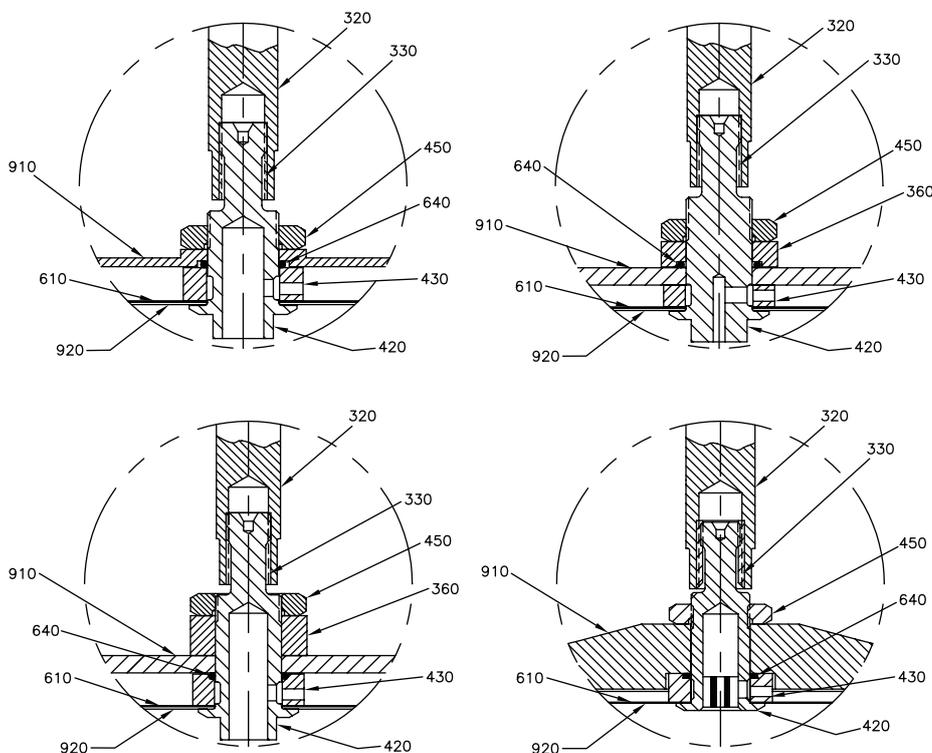
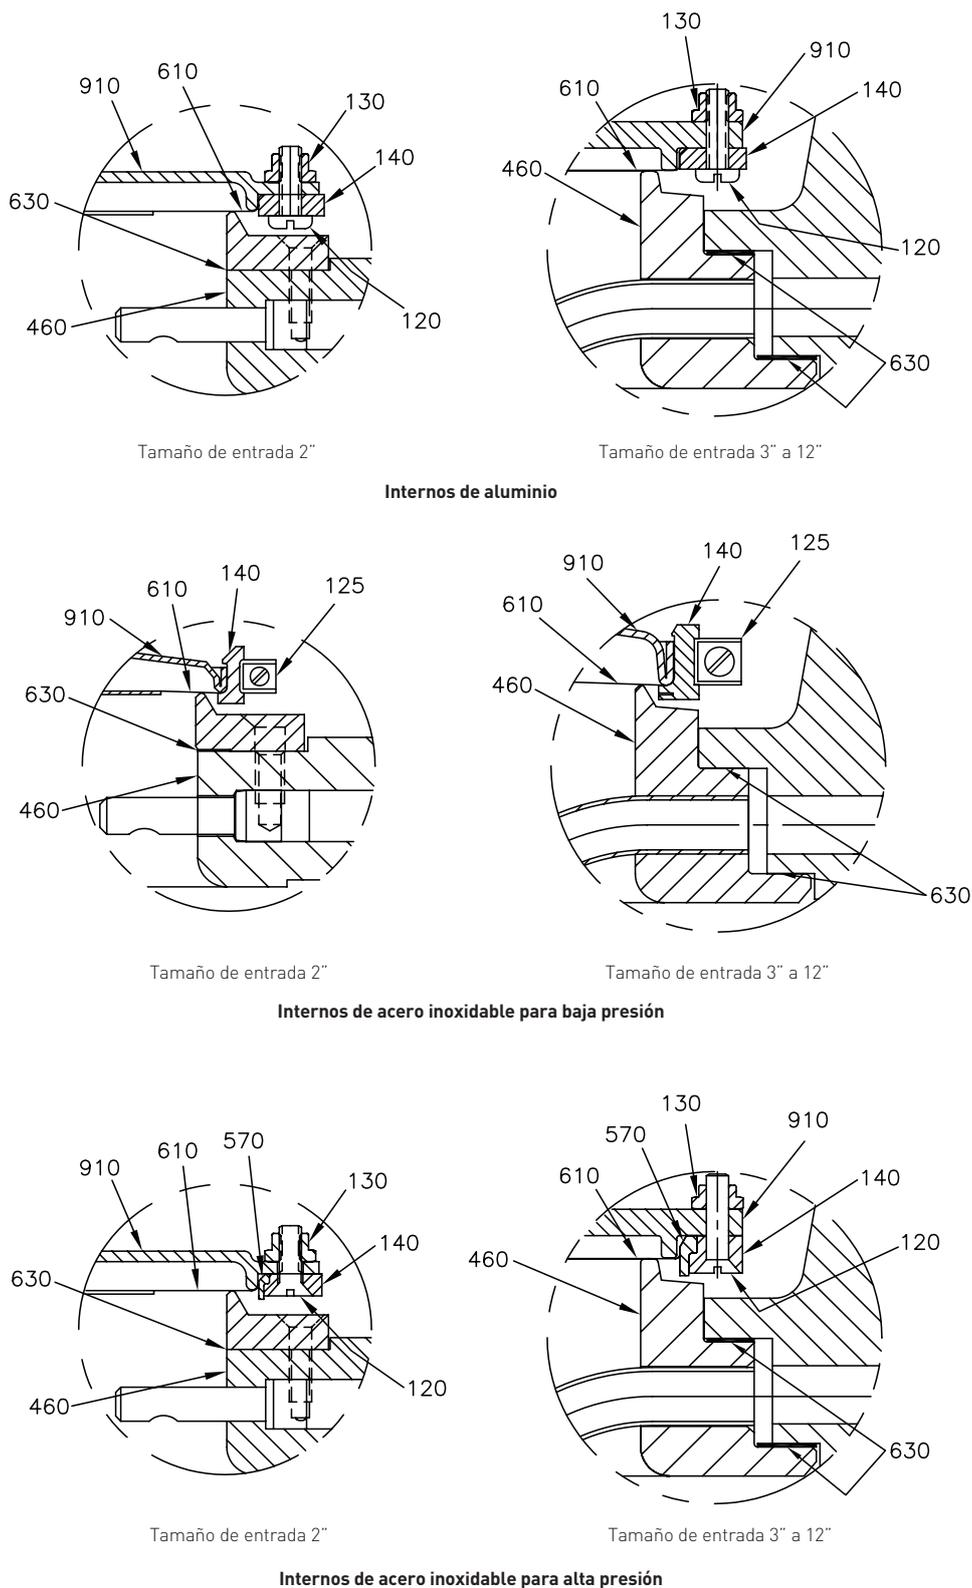

FIGURA 4, DETALLE D
FIGURA 5, DETALLE E
2.4 Desmontaje y sustitución del asiento de la válvula principal (empernada) (Consultar Figura 4, detalle D, y Figura 5, detalle E)
2.5 Desmontaje y sustitución del asiento de la válvula principal (acanalado) (Consultar Figura 4, detalle D y Figura 5, detalle E)
El apriete de la contratuerca (450) antes de estirar el film (610) provocará arrugas en la película. (Véase Figura 5, detalle E)
7. Extraer el cubo del asiento (420) del tornillo de banco y ponerlo en el dispositivo. Luego poner el retén de asiento (140) (lado biselado abajo) sobre el film del asiento (610), y luego colocar la abrazadera (125) y apretar.
8. Usando una pistola de aire caliente, aplique calor al film del asiento (610) con un movimiento circular desde aproximadamente 2" a 3" por encima de la superficie hasta que desaparezcan todas las arrugas y pliegues. Esto generalmente precisa de menos de 1 minuto. Ahora apretar la llave fija de la contratuerca (450).
9. Recortar el exceso de film (610) desde la parte trasera de la placa del asiento (910) para concluir el proceso de nuevo montaje.